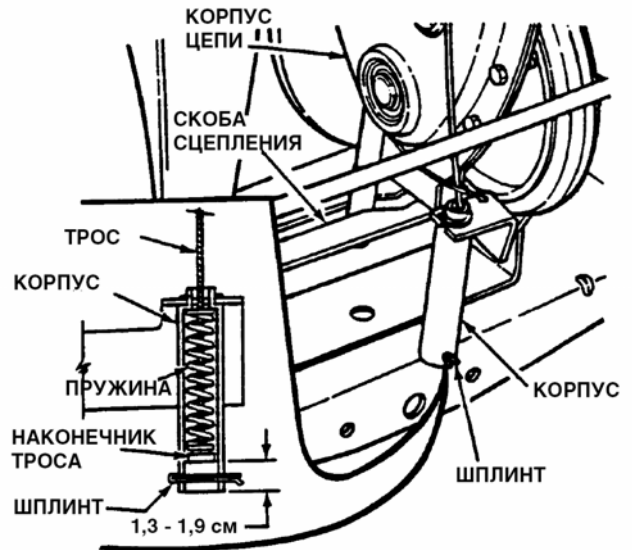
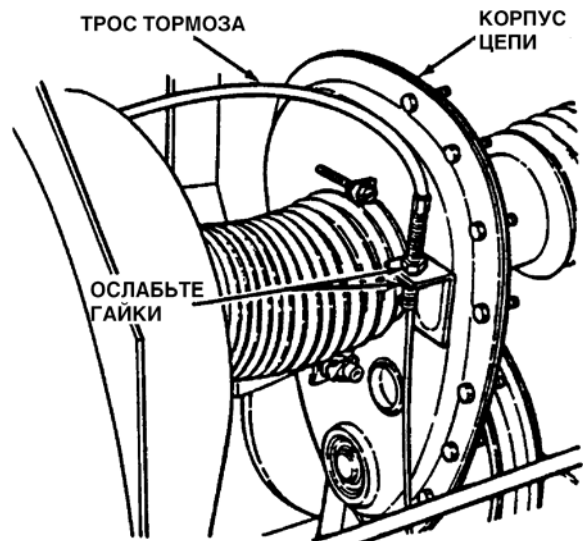

Рис. 4.8
Рис. 4.9
3.5.5. Скоба сцепления (рис. 4.8).
5. Измерьте расстояние между наконечником троса и основанием корпуса. Расстояние должно быть не менее 1,3 см и не более 1,9 см. См. рис. 4.8.
6. Если расстояние менее 1,3 см или более 1,9 см, ослабьте две гайки (рис. 4.9). Удерживайте трос сцепления / тормоза в кронштейне корпуса цепи.
7. Отрегулируйте трос вверх или вниз при помощи гаек (рис. 4.9), чтобы получить расстояние 1,3-1,9 см между наконечником троса и основанием корпуса (рис. 4.8).
5. Переведите рычаг переключения передач в нейтральное положение (N).
6. Рукой поверните скобу сцепления (рис. 4.8) наружу и проденьте ремень между ведущим диском и резиновым приводным диском.